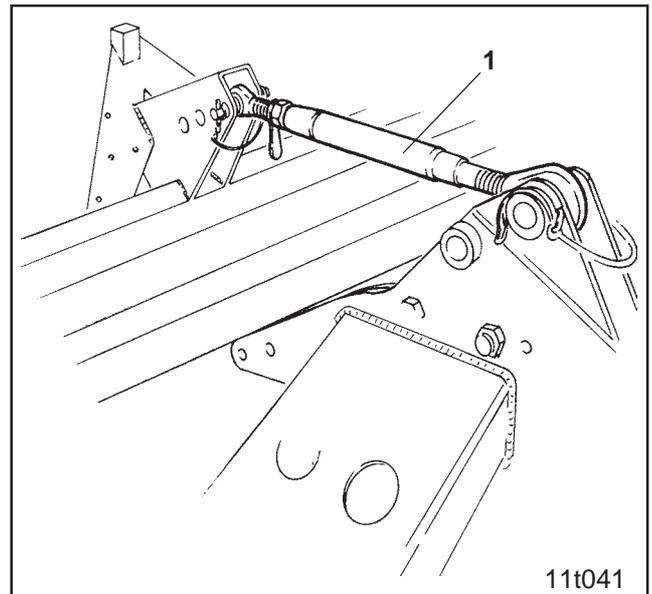

Fig. 7.5
- Oberlenker (Fig. 7.5/1) an der Aufbau-Drillmaschine und der Bodenbearbeitungsmaschine abstecken und die Befestigungsbolzen mit Klappsteckern sichern.
- Aufbau-Drillmaschine durch Verstellen des Oberlenkers (Fig. 7.5/1) ausrichten.